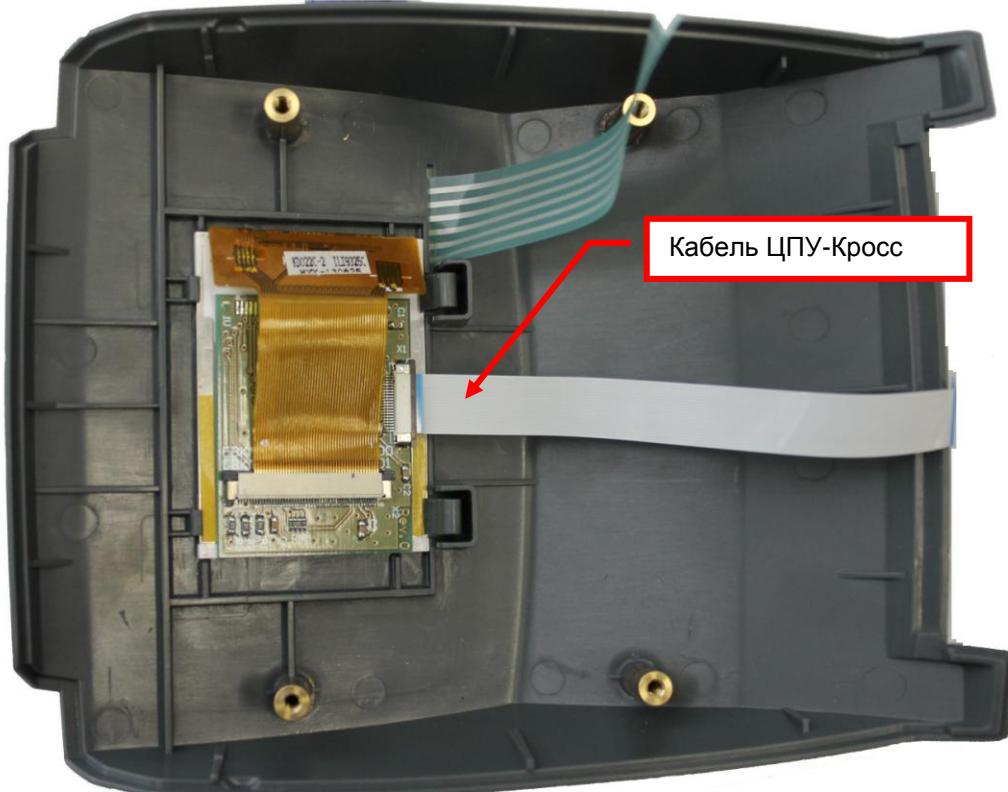

Рис. 8.17
- 8.6.4 Отсоедините кабель ЦПУ-Кросс EBKM.00D210.00.72.000 от разъема X1 модуля переходного для LCDTFT EBKM.00D210.02.73.000 (см. рис.8.17).